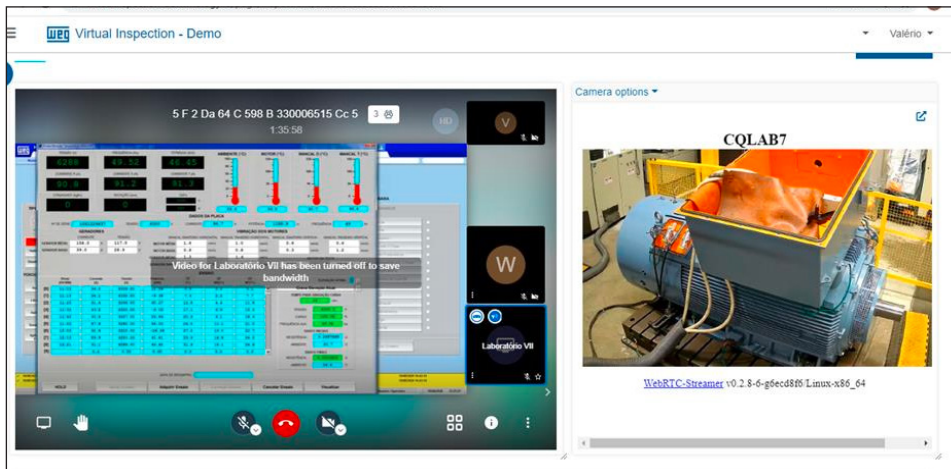

Figura 8 - Inspeção ao vivo
■ Você pode acompanhar a inspeção ao vivo conforme detalhado na Figura 8.